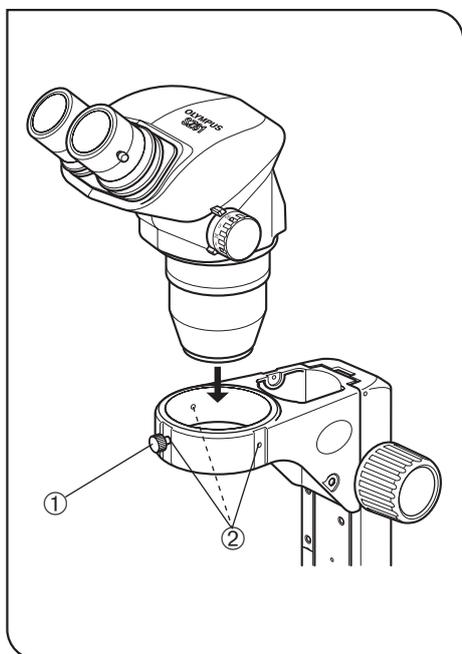

Fig. 13
### 1 Instalar o corpo do microscópio (fig. 13)
- Solte o botão de aperto do corpo ① e insira o corpo do microscópio com cuidado.
**DICA** • O botão de aperto do corpo ① pode ser montado em qualquer uma das três posições ② à volta do braço. Depois da instalação, monte o botão numa posição em que não fique no caminho da fonte de luz, etc.
- Se a observação for sempre feita do lado dos botões de ajuste de focagem, o corpo do microscópio pode ser instalado no sentido oposto ao mostrado na fig. 13 (na posição de rotação a 180 °).